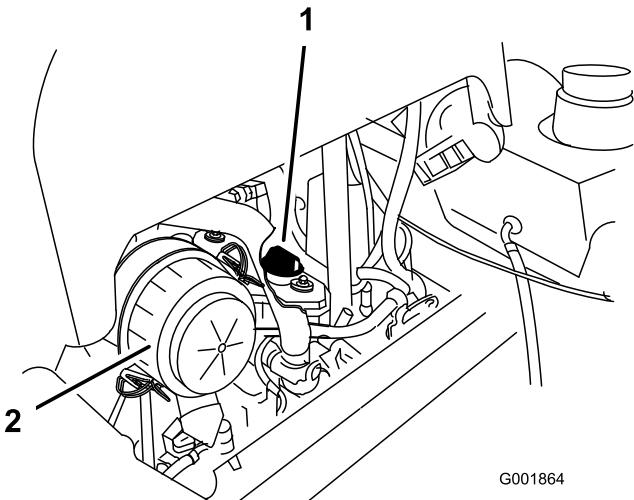

Figura 44
- Togliete il tappo di riempimento dell'olio da sopra il motore (Figura 44), per agevolare la fuoriuscita dell'olio.
- Togliete il tappo dell'olio e l'asta di livello (Figura 44).